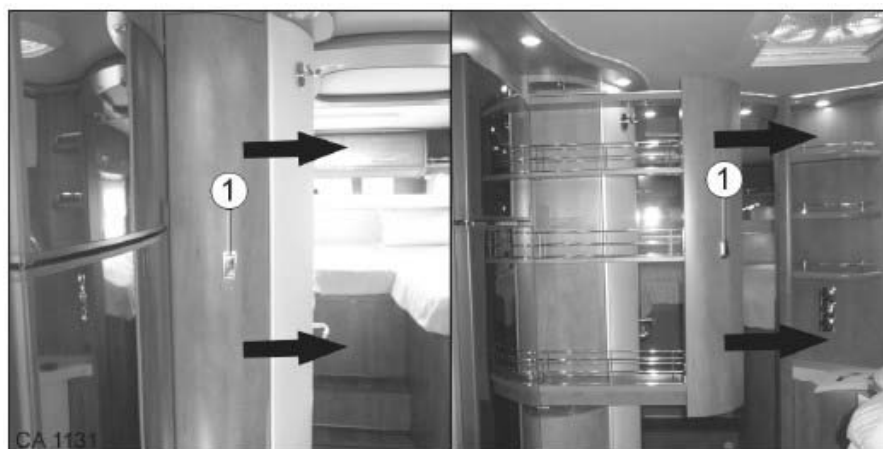

Fig. 113 Grand rangement coulissant variante 2
1. Ouvrir la fermeture push-lock (Fig. 113/1) (consulter le chapitre 6.12.1).
2. Fermer la fermeture push-lock (Fig. 113/1) (consulter le chapitre 6.12.1).